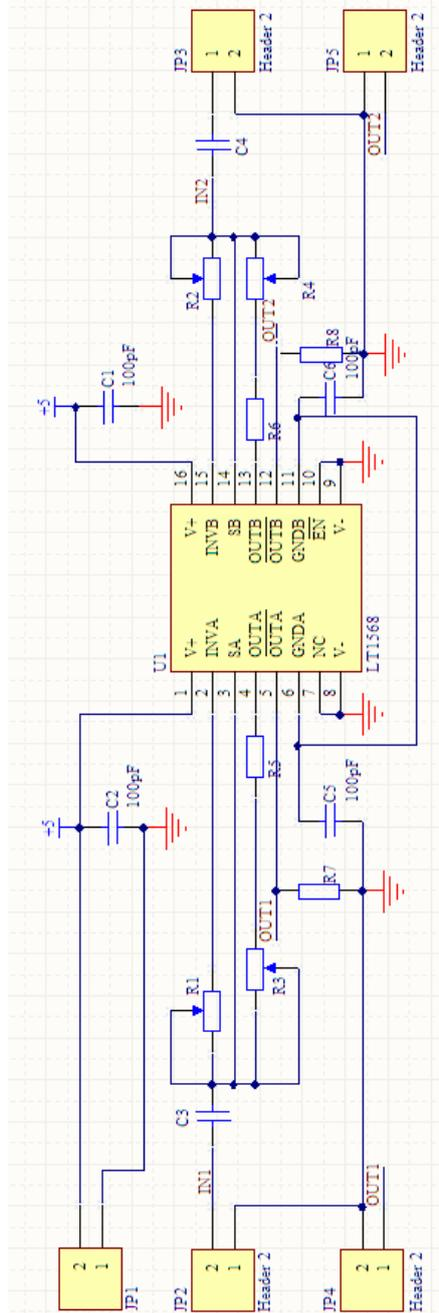

图 5-43 LT1568 电路
- (1) 查阅相关资料，创建一个库元件——RC 滤波器芯片 LT1568。
- (2) 绘制如图 5-43 所示的电路原理图，并生成相应的原理图库及库报告。